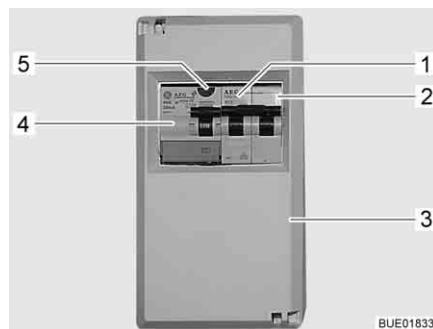

Bild 154 230 V-säkringslåda med ledningsskyddsbrytare och FI-brytare
En jordfelsbrytare (FI-brytare) (Bild 154,4) i säkringslådan (Bild 154,3) skyddar hela fordonet mot läckström (0,03 A).
Den efterkopplade ledningsskyddsbrytaren (10 A) (Bild 154,2) skyddar 230 V-uttagen, strömaggregatet, den extra laddaren och kylskåpet.
På fordon med extrautrustning t. ex. klimatanläggning skyddas apparaten av en extra ledningsskyddsbrytare (16 A) (Bild 154,1).
- När fordonet är anslutet till 230 V-försörjningen: Tryck på kontrollknappen (Bild 154,5). Jordfelsbrytaren (FI) måste lösa ut.